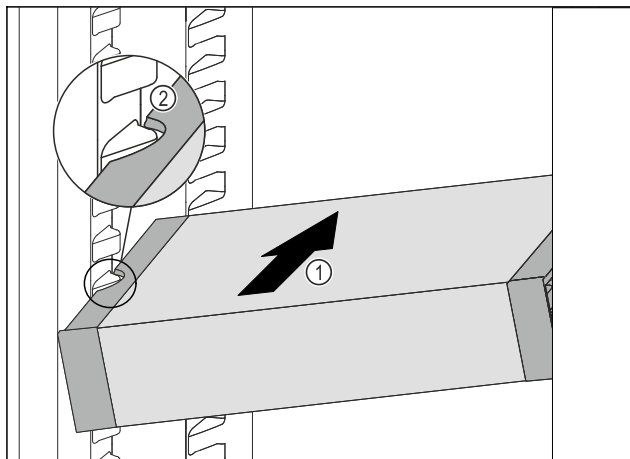

Fig. 89
- Zasuňte VarioSafe do chladničky pod úhlem tak Fig. 89 (1), aby vybrání na bocích Fig. 89 (2) VarioSafe byla na úrovni žebrování na nádoby v chladničce.